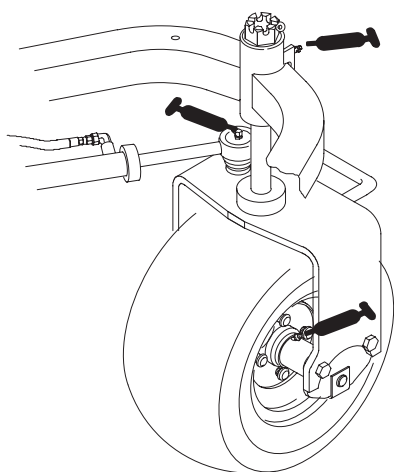

Figure 32
- Moyeu de roue arrière (1)
- Roulement de pivot (1)
- Vérin de direction (2) (Fig. 32)